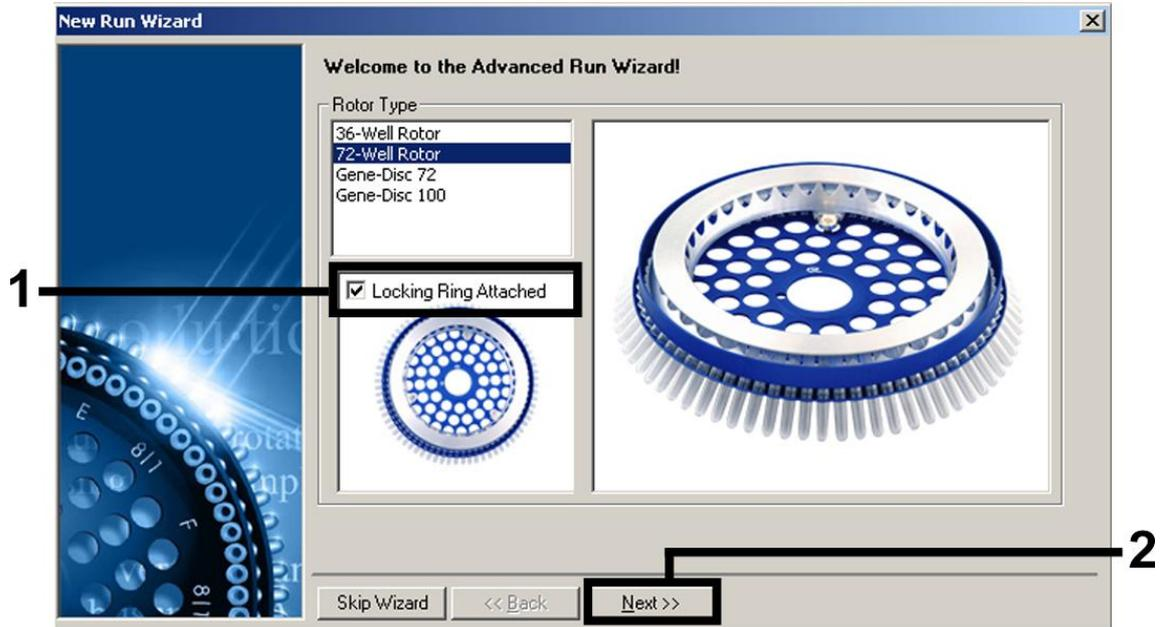

Figura 4. A caixa de diálogo "New Run Wizard" (Assistente de nova corrida).
6. Primeiro, abrir a caixa de diálogo "New Run Wizard" (Assistente de nova corrida) (figura 4). Marcar a caixa "Locking Ring Attached" (Anel bloqueador fixado) e clicar em "Next" (Seguinte).